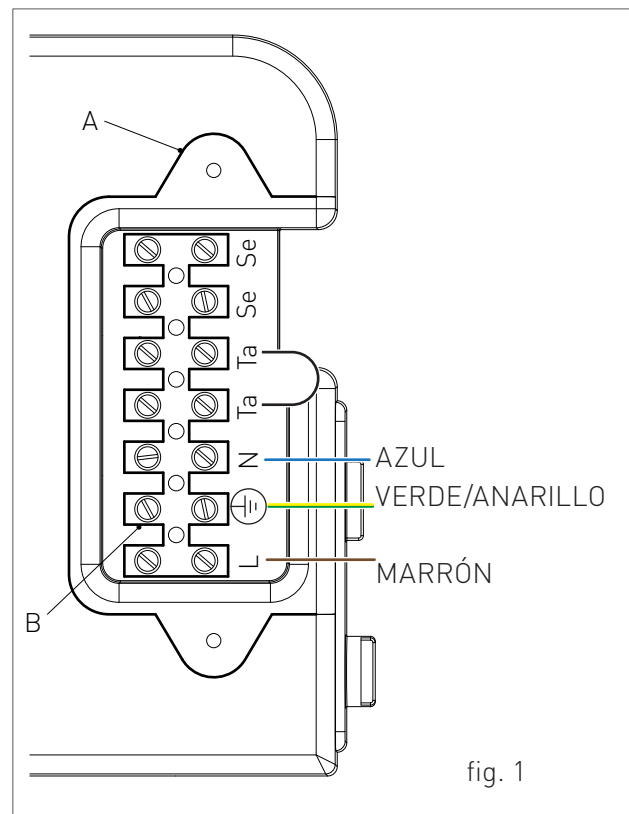

fig. 1
- › soltar los dos tornillos y retirar la cubierta "A" (ver fig. 1).
- › una vez retirada la cubierta, conectar los cables eléctricos a la regleta "B" (ver fig. 1):
Los cables deben de pasar hacia el interior de la caldera a través de las entradas previstas 'P1' y 'P2' situadas debajo de la caldera (ver fig. 1). Hacer un agujero menor que el diámetro del cable para asegurar que no entra aire.